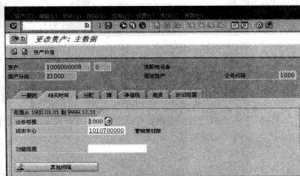

图 15-14 “更改资产: 主数据”界面
STEP 2 输入要修改的“资产”编号及“公司代码”, 然后单击“主数据”按钮, 进入“更改资产: 主数据”界面, 选择“相关时间”页, 从中可以对“业务范围”和“成本中心”进行修改, 如图 15-14 所示。